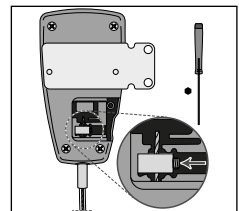

Fig. 6
5. Desserrez avec la clé Allen la vis de sécurité du bloc d'extrémité de deux à trois tours et retirez le bloc de câble intérieur (**Voir Fig. 6**).